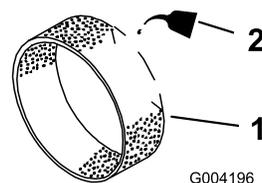

Рисунок 16
3. Нанесите 59,1 мл масла на фильтр предварительной очистки (Рисунок 16).